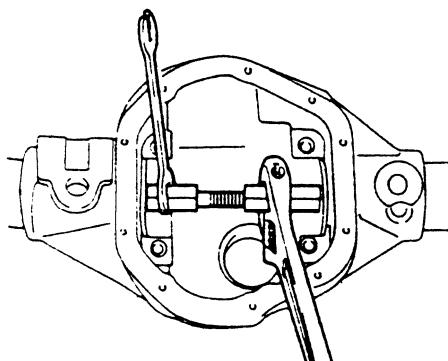

图 4-116 安装半轴齿轮轴承外座圈
- (1) 用专用工具 D-112 螺栓、D-112-1 接头来安装后半轴油封及导槽。
- (2) 当安装油封时，确定位置为一直线，切勿歪斜。
- (3) 转动螺栓组至无法转动为止，此时油封则组装完成。按图 4-116 所示将差速器壳及虎钳固定。在组合差速小齿轮与半轴齿轮前须将各部分涂抹润滑油。组装半轴齿轮及垫圈，用手支撑并安装到位，然后装上差速小齿轮以固定在半轴齿轮。